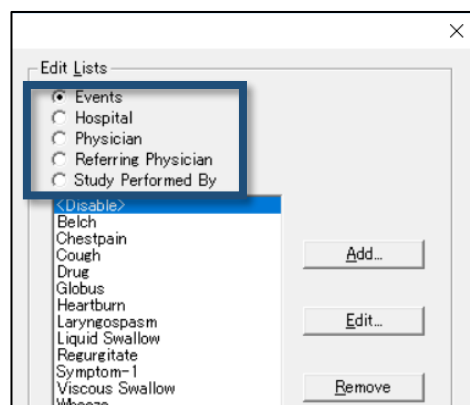

図 59 編集項目の選択
- ① Edit Lists よりリストの種類を選択します（図 59、表 1）。